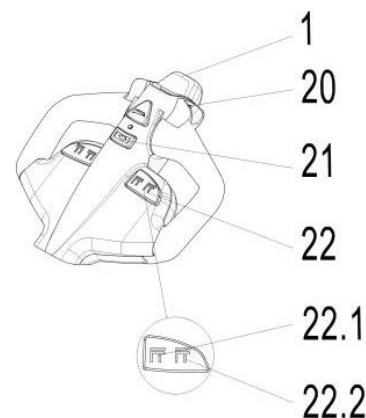

Рис.7: Ручка управления
Нажмите на кнопку (рис. 7, поз. 21) для проверки работы звукового предупреждающего сигнала.
Для осуществления подъема груза необходимо полностью подъехать под поддон с грузом, нажать и удерживать кнопку подъема (рис. 7, поз. 22.1), пока не будет достигнута нужная высота подъема.
Для опускания вилок нажмите и удерживайте кнопку снижения (рис. 7, поз. 22.2). Опускайте груз, пока вилы не освободятся от паллета, затем аккуратно переместите тележку от груза.
Контролируйте скорость передвижения с помощью маховиков (рис. 7, поз. 20) для достижения требуемой скорости.
- Переключение маховиков управления (рис. 7, поз. 20) обратно в начальное положение или освобождение маховиков активирует систему торможения. Тележка тормозит до полной остановки.
- При переключении маховиков управления (рис. 7, поз. 20) из положения «движение в одном направлении» в положение «движение в противоположном направлении», тележка постепенно тормозит, пока не начнет движение в противоположном направлении.